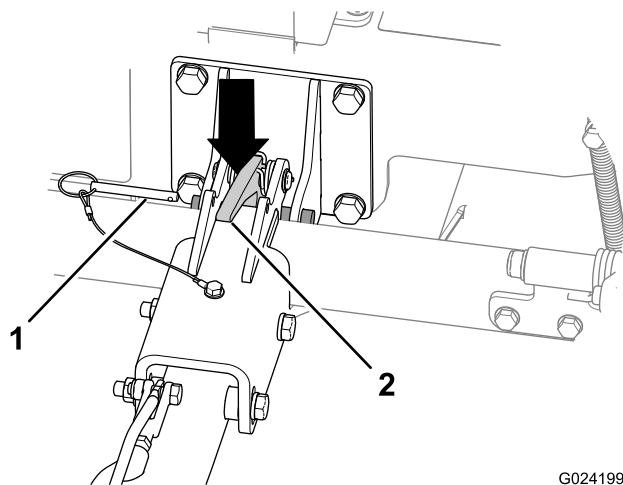

図 18
A. ロッキングピンを抜き取る図 18。
C. ヒッチのラッチを押し下げて、ヒッチを外す図 18。